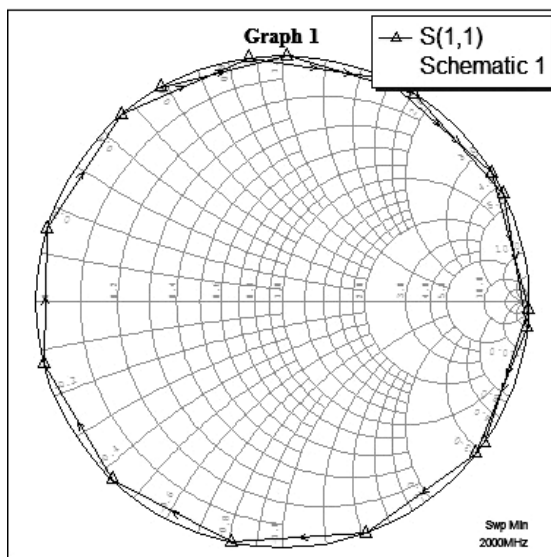

Рис. 3.3
8. Щелкните по значку **Analyze** на панели инструментов. График показан на рис. 3.3.